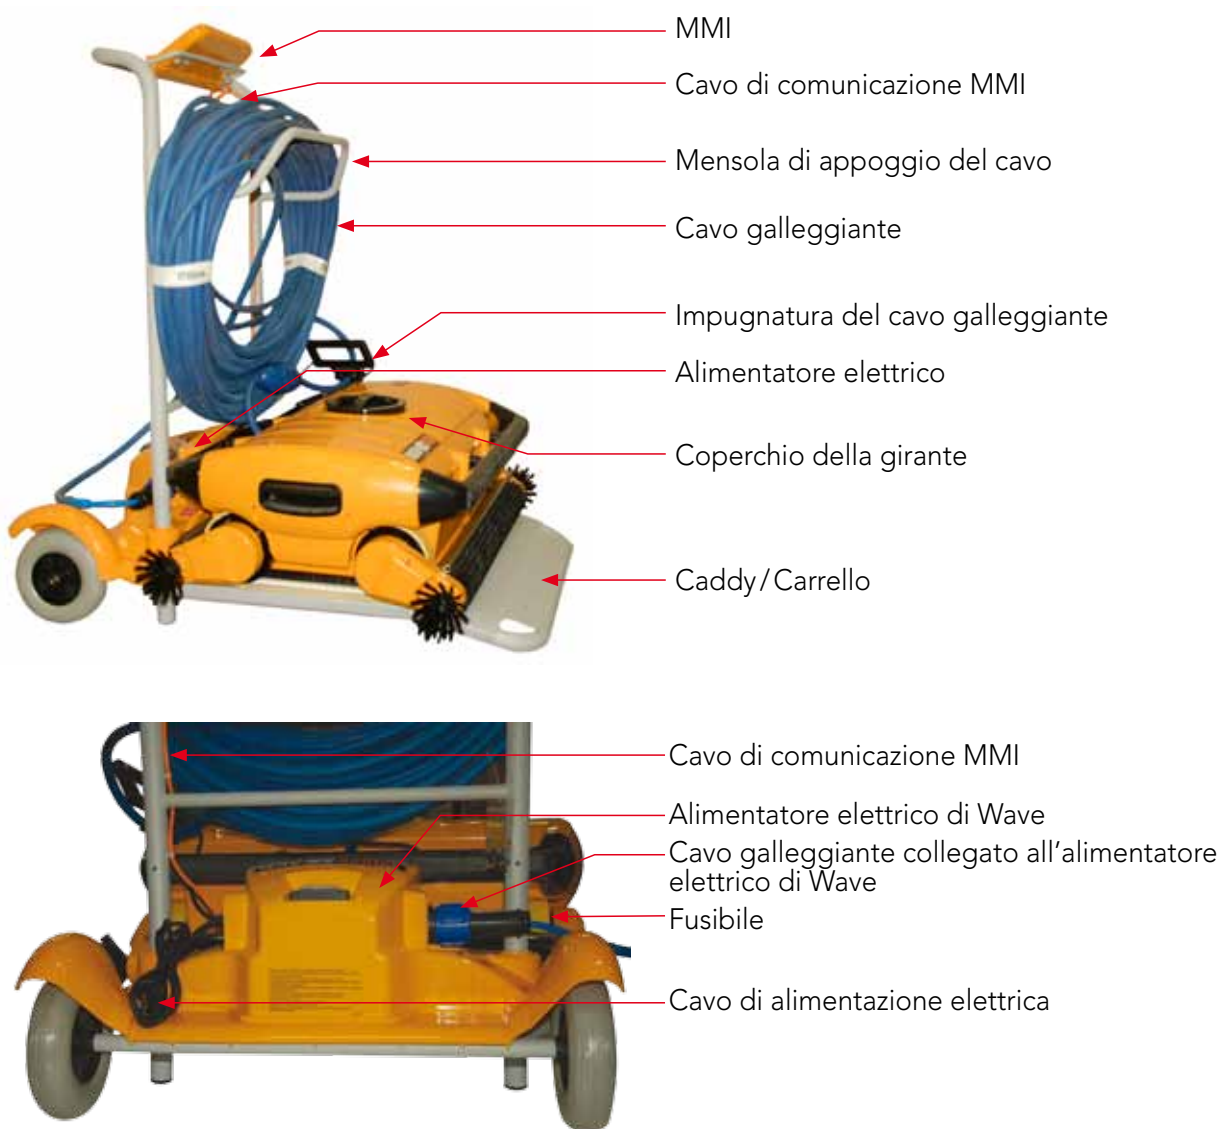

Figura 1: Il Dolphin Wave
Fare riferimento alla Figura 1
2. Posare il robot Dolphin Wave Caddy (carrello) sul di fronte all'alimentatore elettrico come illustrato in Figura 1.